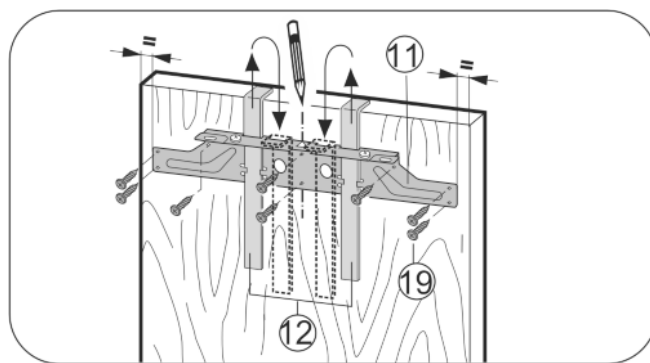

Fig. 26
- ▶ Pritrdilni prečnik Fig. 26 (11) z montažnim pripomočkom Fig. 26 (12) obesite na notranjo stran vrat pohištva.
- ▶ Pritrdilni prečnik Fig. 26 (11) naravnajte na sredino vrat.
- ▶ Pritrdilno prečko Fig. 26 (11) dobro privijte s pomočjo najmanj 6 vijakov Fig. 26 (19).
- ▶ Pritrdilno prečko Fig. 26 (11) s 4 vijaki Fig. 26 (19) dobro privijte na rob.
- ▶ Montažne pripomočke Fig. 26 (12) izvalcite navzgor in jih tako obrnjene potisnite v poleg ležeče odprtine.